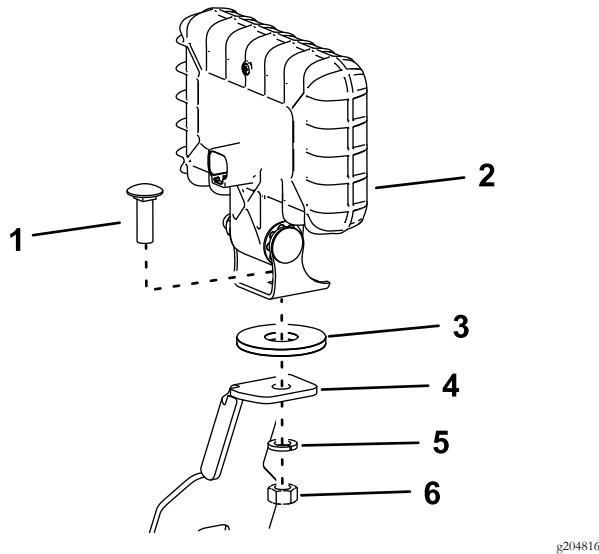

Figure 3
- Retirez le boulon, la rondelle-frein et l'écrou de l'éclairage. Utilisez les fixations et une rondelle de frottement pour fixer l'éclairage au support (Figure 3). Ne serrez pas les fixations excessivement. Répétez la procédure de l'autre côté de la machine.